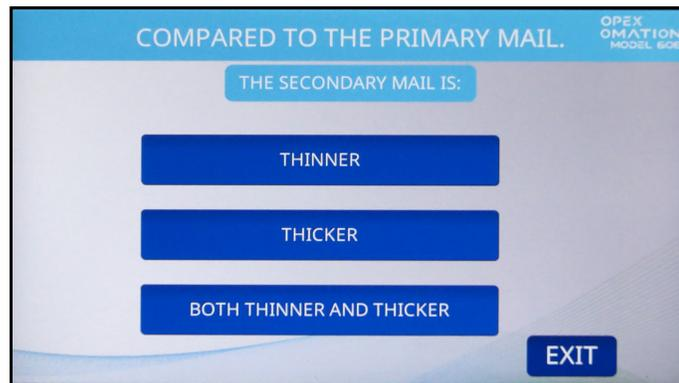

Abbildung 6-20: Bildschirm „ Dickenvergleich“
4. Wählen Sie beim Sortieren nach Dicke, welche Merkmale die Primärpost im Vergleich zur Sekundärpost hat (Abbildung 6-20):